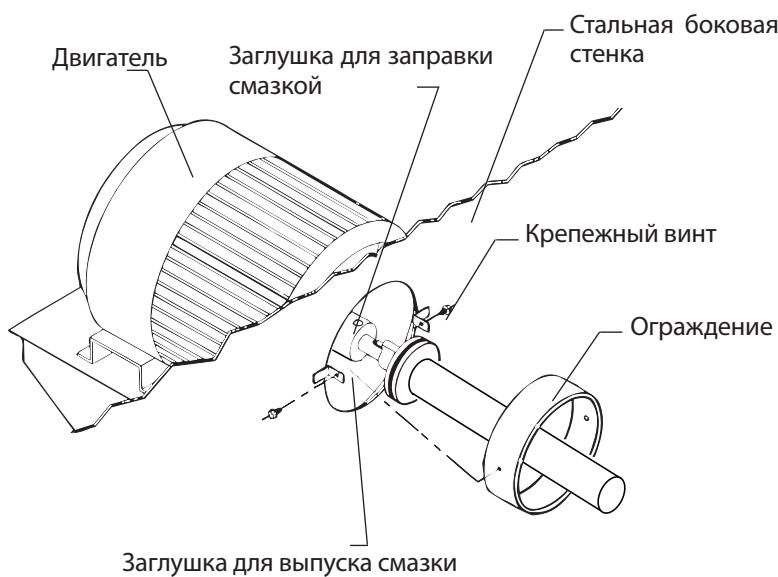

Рис. 6
1. Снимите ограждение, как показано на рис. 6. Доступ к противоположному подшипнику двигателя имеется с наружной стороны охладителя жидкости.